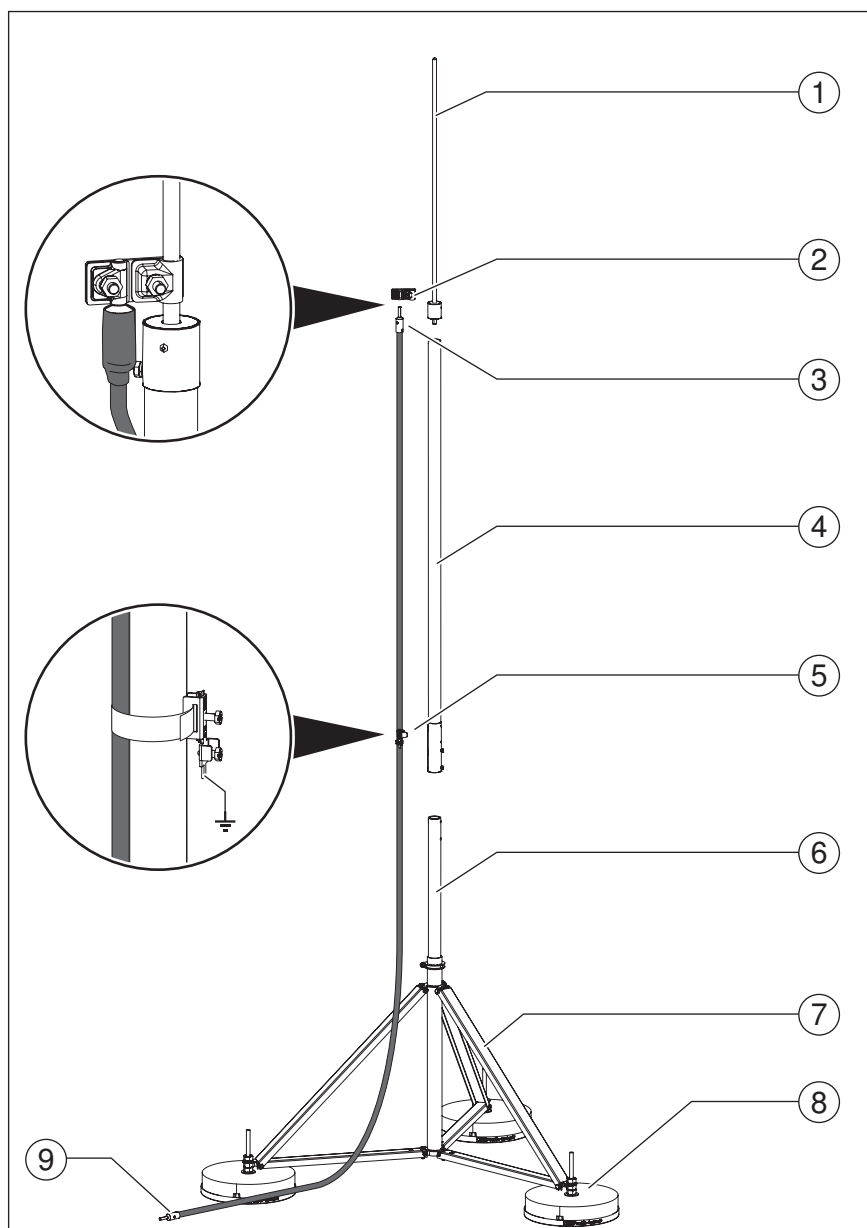

Рис. 39: Молниеприемная мачта isFang с проложенным снаружи токоотводом isCon
- Соединитель (Рис. 39 № ③) установить на токоотвод isCon, как описано в разделах „5.1.2 Оголить медный сердечник для соединения“ на стр. 32 и „5.2 Установить соединительный элемент isCon connect“ на стр. 32.